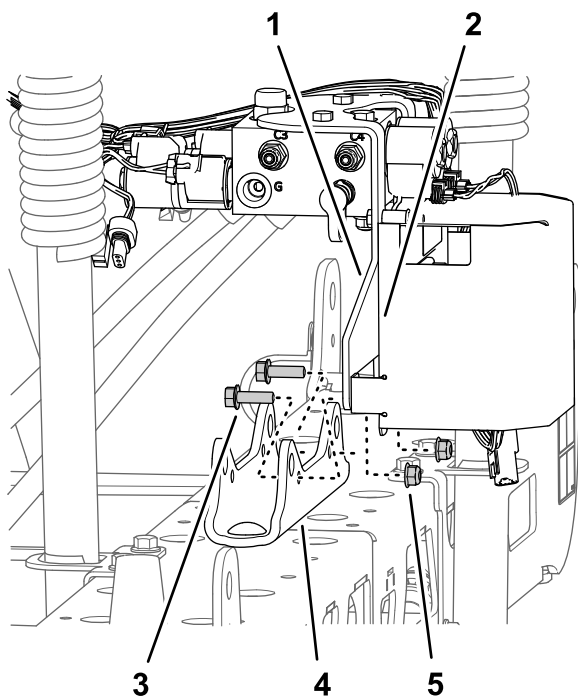

Figura 44
- **Per le macchine con kit di allineamento delle barre Ultra Sonic Boom opzionale:** rimuovete i 2 dadi di bloccaggio flangiati (5/16") e 2 bulloni a testa flangiata (5/16" x 1") che fissano la staffa di supporto per il collettore di sollevamento delle sezioni e la staffa del controller TEC al supporto del cilindro e separate il collettore e la staffa dal supporto del cilindro (Figura 44).